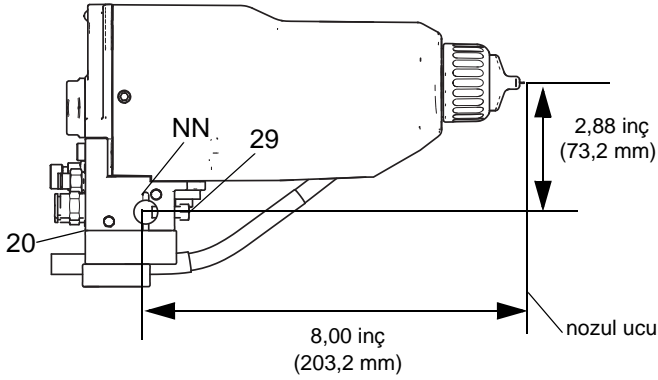

FIG. 4. Monte Etme
1. Manifoldun iki set vidasını (29) gevşetin ve manifoldu (20) 1/2 inç (13 mm) montaj çubuğuna doğru kaydırın. Bkz. FIGURE 4.
NOT: arttırılmış konumlandırma güvenilirliği için, 1/8 inç (3 mm) konumlandırma pimi braketteki yuvaya (NN) ve çubuktaki deliğe geçirin. Detaylar için bkz. FIGURE 4.